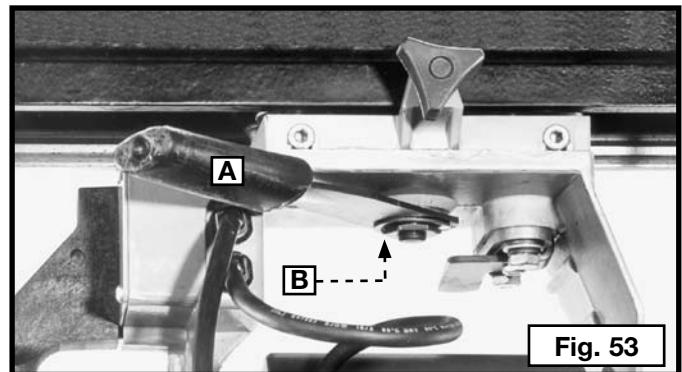
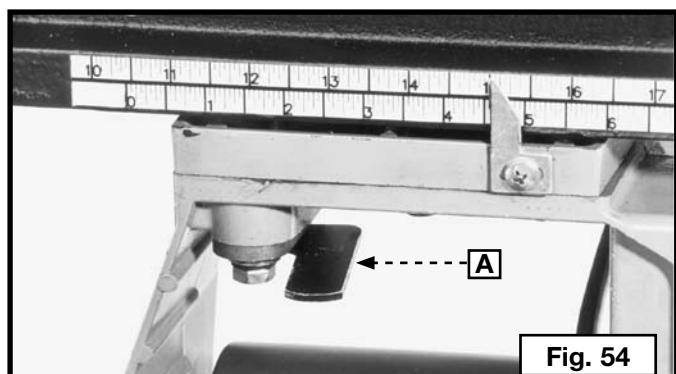

Fig. 53
Fig. 54
Para volver a posicionar el mango de sujeción de la horquilla (A) Fig. 53:
1. Retire el anillo de retención (B) Fig. 53.
2. Vuelva a posicionar el mango de sujeción de la horquilla (A) Fig. 53, sobre la tuerca de abrazadera hexagonal.
3. Vuelva a colocar el anillo de retención (B) Fig. 53.
La palanca indicadora de la horquilla (A) Fig. 54 activa un tope positivo que coloca el cabezal de corte en posición de corte transversal o longitudinal. Para girar el cabezal de corte, libere el mango de sujeción de la horquilla, presione la palanca indicadora de la horquilla (A) hacia arriba o abajo para liberar el tope positivo y gire el cabezal de corte hacia las posiciones de corte longitudinal interno n.º 1 o de corte longitudinal externo n.º 2 o de corte transversal n.º 3. Libere la palanca indicadora de la horquilla (A) Fig. 53 y el cabezal de corte se ajustará automáticamente a cada una de las tres posiciones.